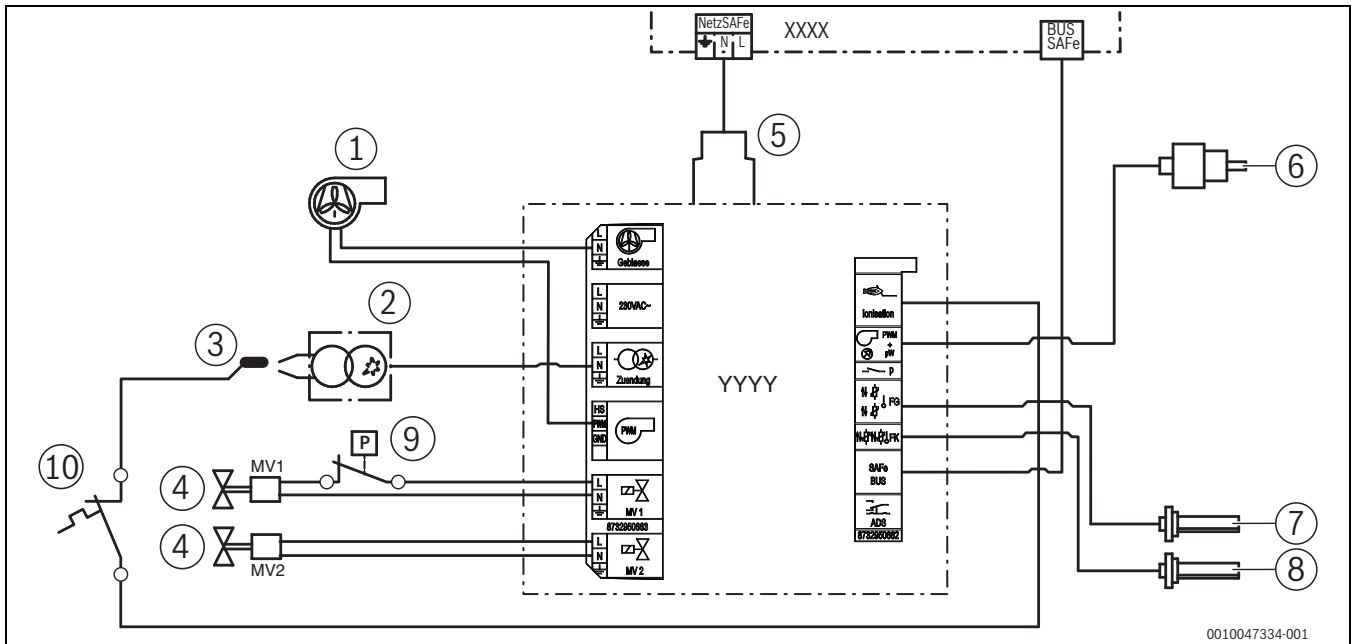

Bild 79 Anschlussplan Feuerungsautomat (bei manchen Modellen)
**Legende für Bild 79 und 80:**